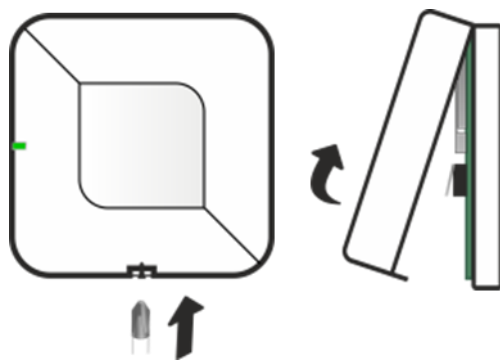

Рисунок 8.1 — Вскрытие корпуса ретранслятора Livi RTRM
1. Вскройте корпус ретранслятора, если он был закрыт (см. рисунок 8.1).